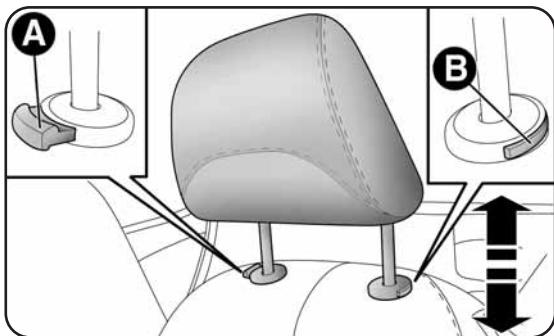

fig. 24
- réglage vers le bas: appuyer sur le bouton A-fig. 24 et baisser l'appuis-tête.
- appuyer sur les boutons A et B-fig. 24, puis extraire les appuis-tête en les tirant vers le haut.